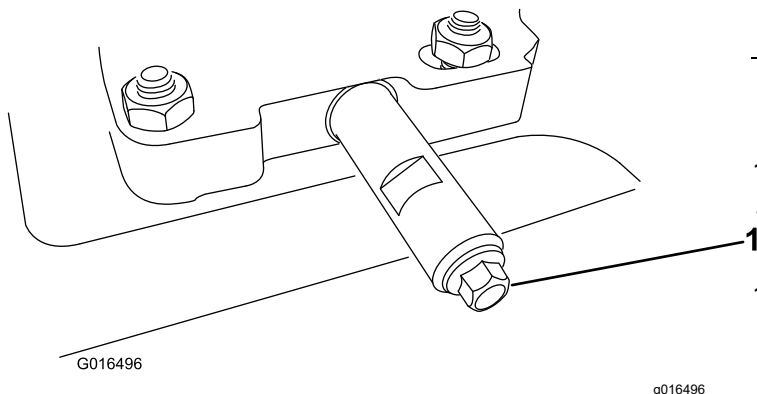

Рисунок 32
2. Очистите поверхность вокруг пробки для слива масла (Рисунок 32).